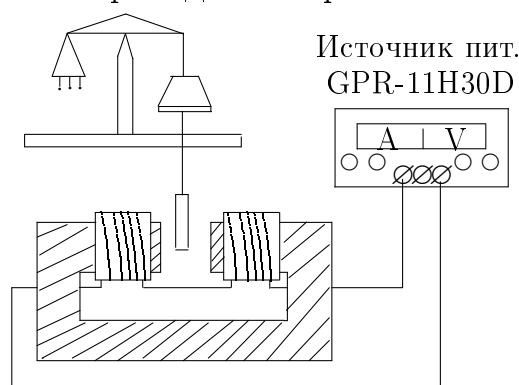

Рис. 2. Схема экспериментальной установки
**Экспериментальная установка.** Схема установки приведена на рис. 2.
1. Ознакомьтесь с экспериментальной установкой, изображённой на рис. 2, и техническим описанием источника питания.